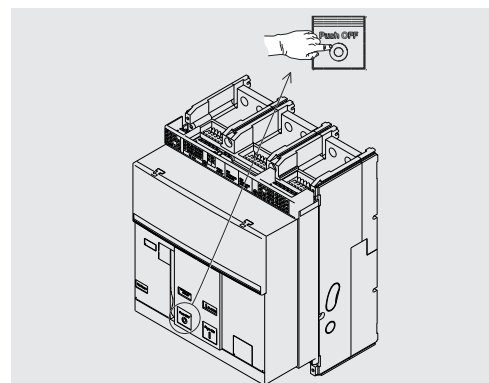

Рис. 20
6. Размыкание – Нажать на кнопку размыкания «O - Push OFF», как показано на Рис. 20.